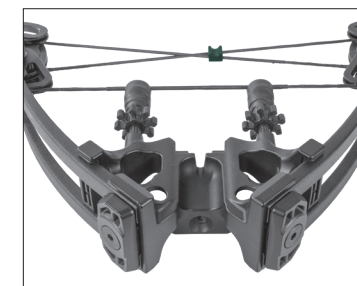

FIGURE 1
- Fixez d'abord la glissière des câbles (partie C) aux câbles du côté **droit** de la poignée en accrochant les deux câbles dans les deux rainures de la glissière des câbles. La partie large de la glissière des câbles doit être orientée vers l'arrière de l'arbalète, comme illustré à la figure 1.